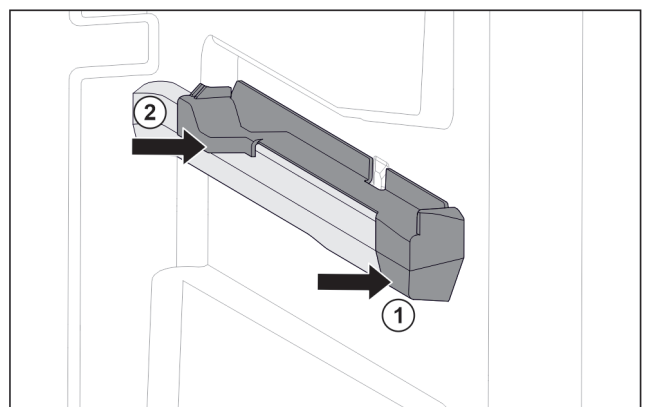

Fig. 98 Élément emboîtable sur la nervure de récipient droite
- ▶ Poser le devant de l'élément emboîtable contre la nervure de récipient. Fig. 98 (1)
- ▶ Enfoncez l'arrière de l'élément emboîtable. Fig. 98 (2)